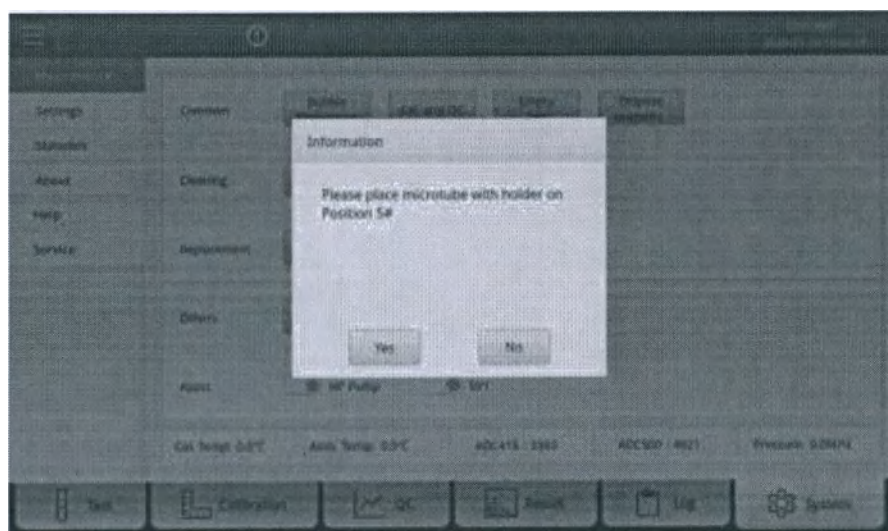

Рис. 5.5.2.1 Интерфейс системы
- 2) Нажмите кнопку "Dispose L" ("Сбросить L") в интерфейсе системы, и на экране увидите такое изображение (рис. 5.5.2.1).